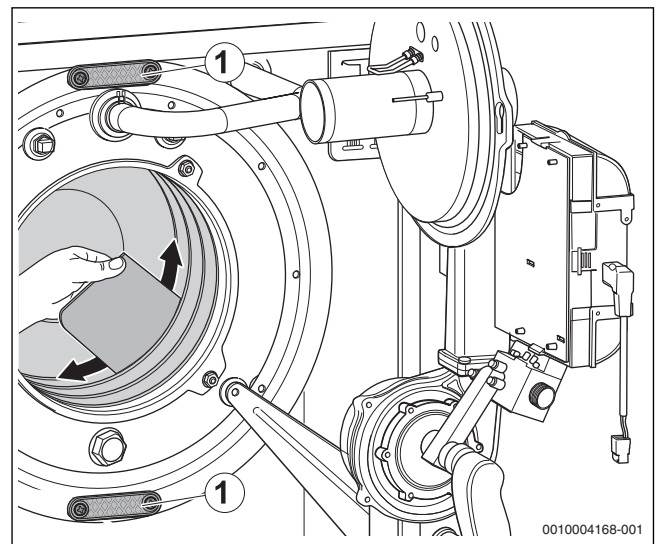
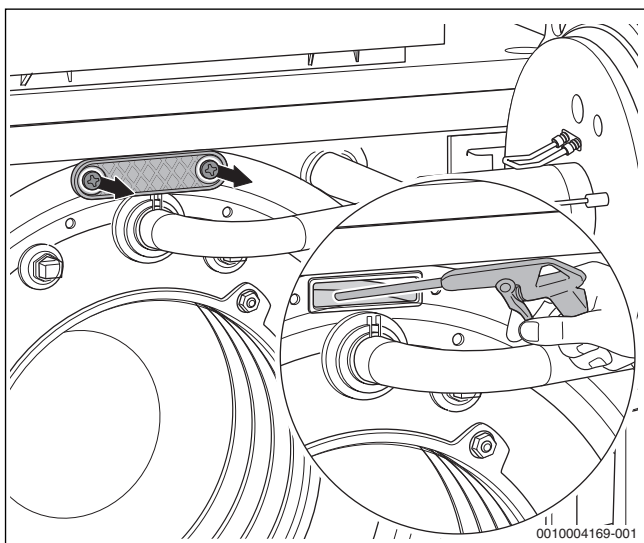

Bild 72 Heizgasspalte mit Reinigungsspachtel reinigen
Bild 73 Wärmetauscher mit Sprühlanze reinigen
- ▶ Reinigungsdeckel (→ Bild 72, Seite 47, [1] und Bild 73) abnehmen.
- ▶ Heizgasspalte mit Reinigungsspachtel reinigen (→ Bild 72, Seite 47).